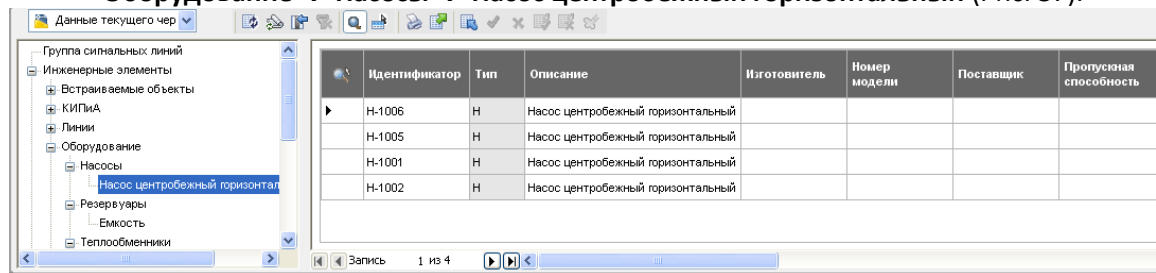

Рис. 37
- В **Диспетчере данных** выделите раздел **Инженерные элементы** → **Оборудование** → **Насосы** → **Насос центробежный горизонтальный** (Рис. 37).